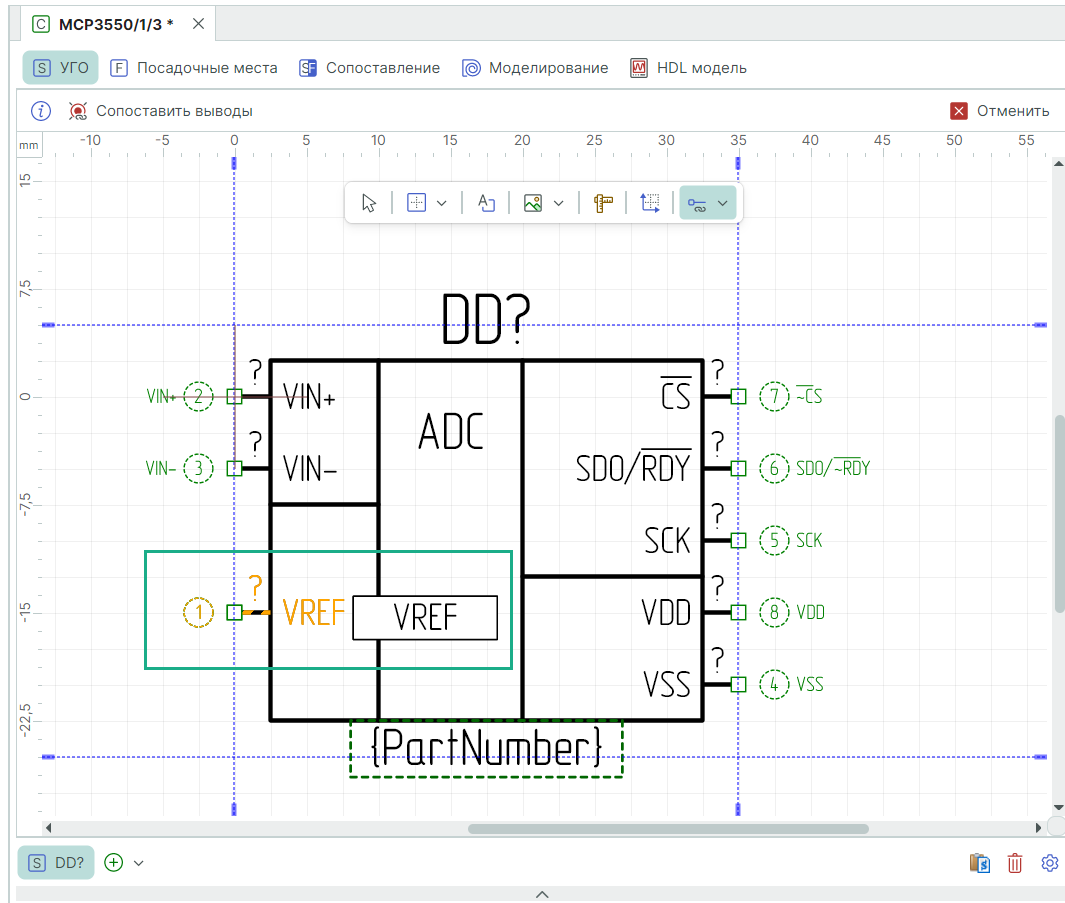

Рис. 280 Работа инструмента «Сопоставить вывод»
3. Под курсором при наведении на вывод УГО отображается его имя и метка, см. Рис. 280.